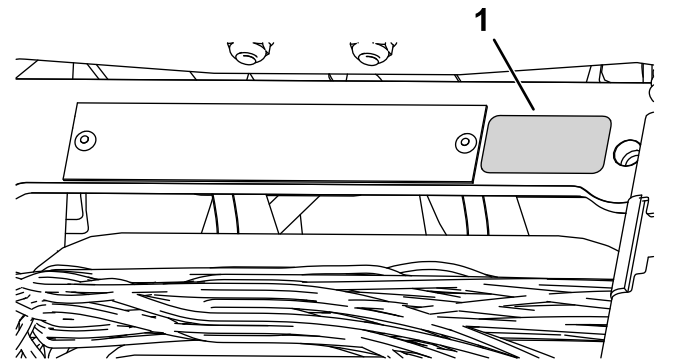

Figura 12
- Applicare l'adesivo dell'anno di produzione accanto alla piastra del numero di serie (Figura 12).